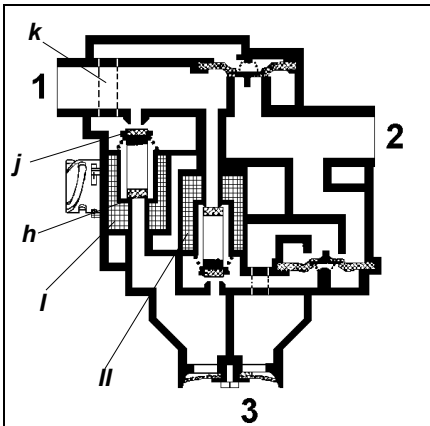

Fig. 16
**Scăderea de presiune:** (Fig. 16)